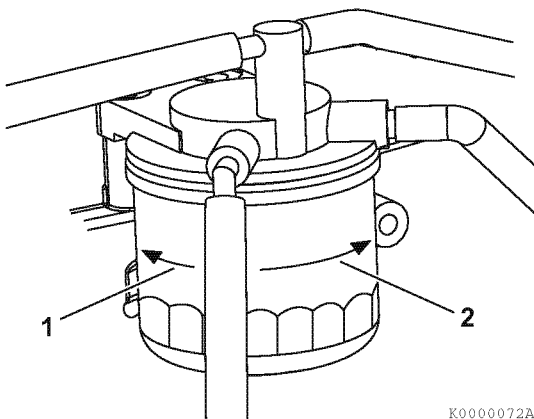

Abbildung 11
3. Den Kraftstofffilter durch Linksdrehung (1, **Abbildung 11**) mit einem Filterschlüssel ausbauen. Beim Herausnehmen des Kraftstofffilters besondere Vorsicht walten lassen, damit kein Kraftstoff verschüttet wird. Verschütteten Kraftstoff aufwischen.
5. Neuen Kraftstofffilter einbauen. Mit der Hand nach rechts (2, **Abbildung 11**) anziehen, bis er an der Montagefläche anliegt. Mit einem Filterschlüssel auf 14 - 17 ft-lb (19,6 – 23,5 N·m, 2,0 – 2,4 kgf·m) anziehen – oder eine weitere Umdrehung mit dem Filterschlüssel.